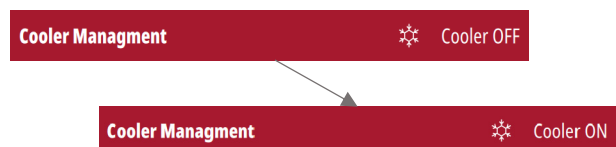

Figura 10
- Activați răcitorul din meniul sursei de energie (Figura 10)